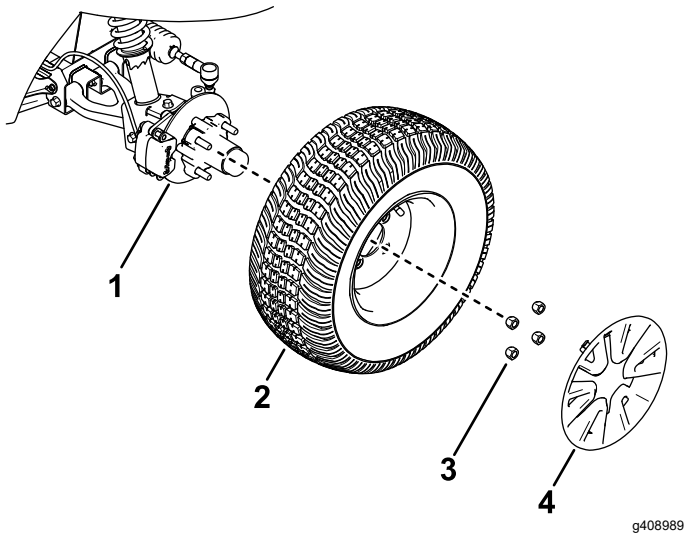

Bild 27
2. Nehmen Sie die Radkappe und die vier Radmuttern ab, mit denen das Rad an der Radnabe befestigt ist (Bild 27).
4. Fluchten Sie die Löcher im Rad mit den Bolzen der Nabe aus und montieren das Rad so an der Nabe, dass das Reifenventil außen ist (Bild 27).
5. Befestigen Sie das Rad mit den Radmuttern an der Nabe (Bild 27).